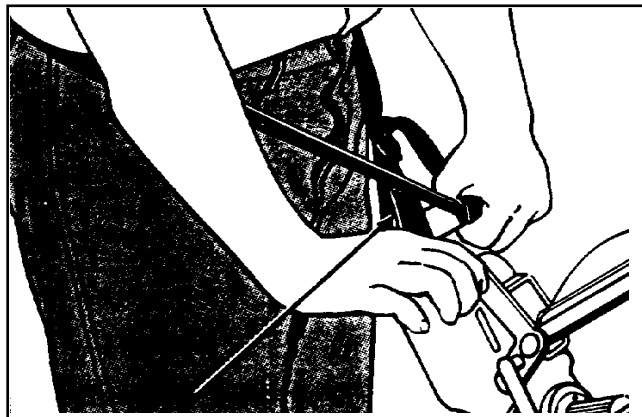

Figure 13
8. Commencez à poncer plus légèrement à un point de terminaison en soulevant graduellement le tambour à l'aide du levier de commande. (Voir figure 13).